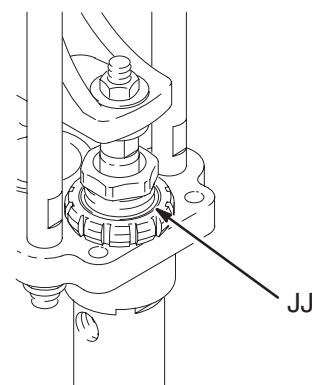

Abb. 15
Darauf achten, dass die Halspackungsmutter (JJ) jeder Unterpumpe stets mit Graco ISO Pumpenöl gefüllt ist, um zu verhindern, dass Material auf der Verdrängungsstange antrocknen und dadurch die Pumpendichtungen beschädigen kann. Siehe Abb. 15.